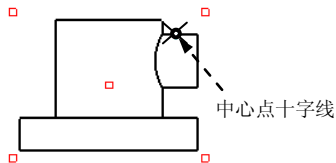

图 3.8.31 截面间断的中心点
(1) 设置剖视图选项。
- ① 在“绘图视图”对话框中选取类别区域中的截面选项。
- ② 将截面选项设置为 ☒ 2D 横截面，将模型边可见性设置为 ☒ 总计，然后单击 按钮。
- ③ 在名称下拉列表选取剖截面 A (A 剖截面在零件模块中已提前创建)，在剖切区域下拉列表选取局部选项。
(2) 绘制局部剖视图的边界线。
- ① 此时系统提示 选择截面间断的中心点 < A > .，在图 3.8.31 所示的投影视图中边线上选取一点。